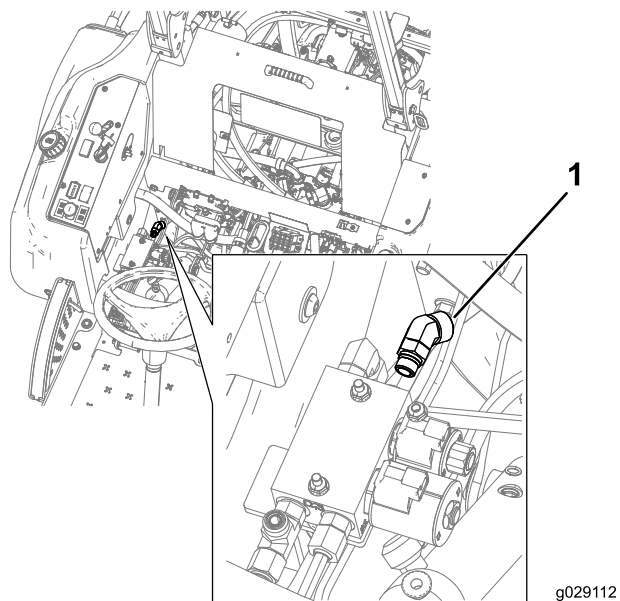

Figura 19
- Levante el asiento de la máquina e instale el acoplamiento de 45° como se muestra en Figura 19.